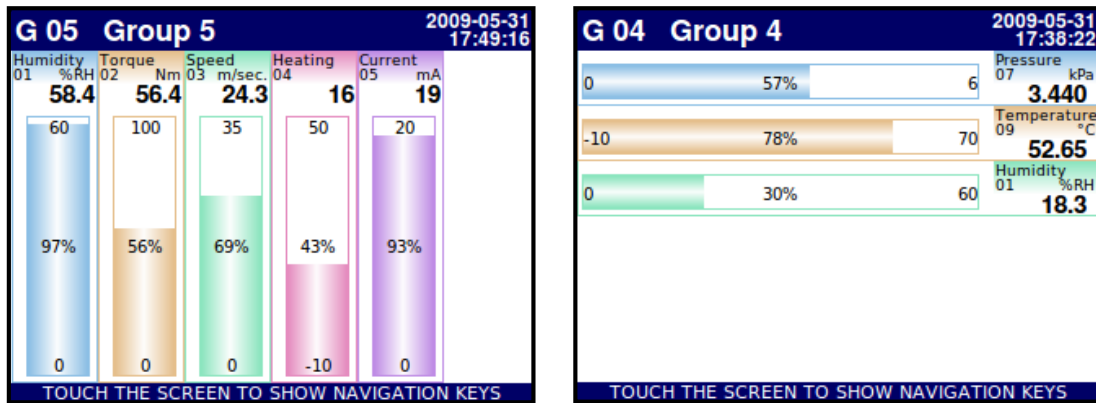

Abb. 6.7 Beispiele für horizontale und vertikale Balken
- als horizontale Balken, Abb. 6.7
- als vertikale Balken, Abb. 6.7